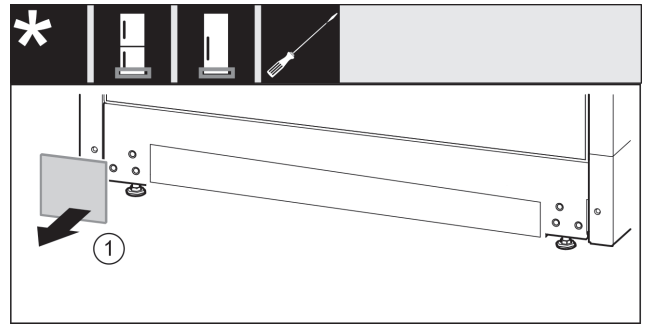

Fig. 14
- ▶ Retirer le cache Fig. 14 (1).